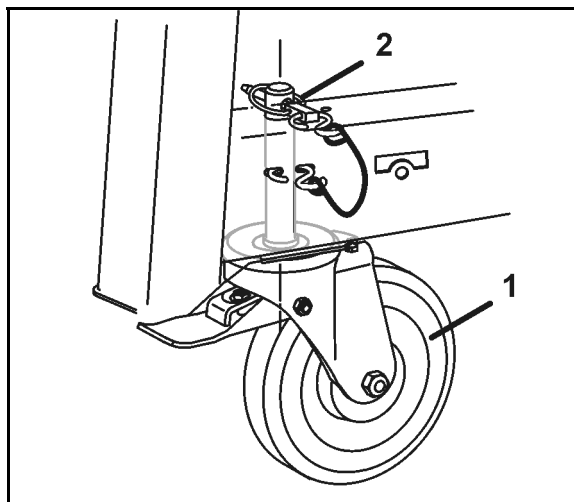

Рис. 43
5. Поворотное переднее колесо с тормозом (Рис. 43/1)
- о установите и застопорите пружинным фиксатором (Рис. 43/2), или